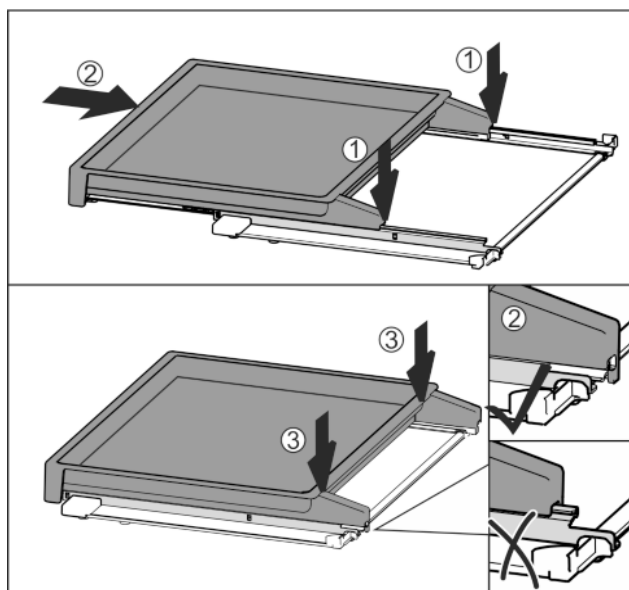

Fig. 39
- ▶ Установить по центру на направляющие Fig. 39 (1).
- ▶ Вставить вытяжную панель полностью Fig. 39 (2).
- ▶ Нажимать на задней стороне до тех пор, пока не будет слышна фиксация Fig. 39 (3).